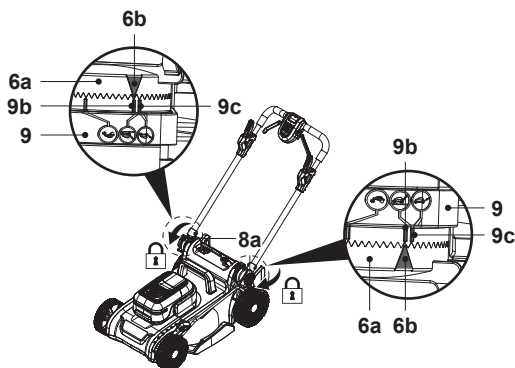

Fig. 2
4. Aligner le triangle de repère (6b) de la plaque de réglage (6a) sur l'un des indicateurs de hauteur de guidon (9b/9c) du support de guidon (9), puis fixer l'ensemble de guidon (4, 6) en serrant les boutons de serrage (8a) (Fig. 2).
5. S'assurer que les deux guidons inférieurs (6) sont montés à la même hauteur des deux côtés.
6. S'assurer que le cordon de commande (20) passe sur la partie supérieure du guidon inférieur (6).